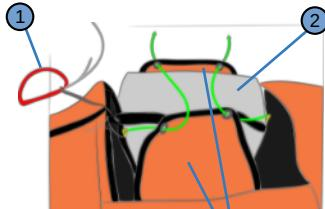

Abbildung 1
5. Verschließe die flexiblen Containerklappen wie abgebildet vorübergehend mit Hilfe eines Kunststoff-Stäbchens oder einer Schnur. (Abbildung 1) Führe dabei die an den elastischen Seitenteilen angenäherten Schlaufen zuerst durch die Ösen der unteren und dann durch die der oberen Containerklappe.